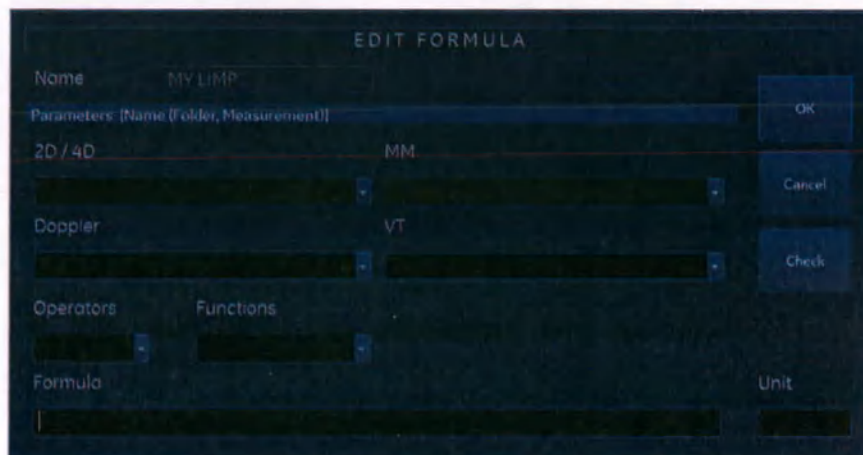

Рис. 8-73. Окно редактирования формулы
1. Составляя формулу, введите единицу измерения, в которой будет отображаться результат расчета по этой формуле. Например, если Y в формуле $Y=f(x)$ должен отображаться в сантиметрах, введите "cm" в поле *Unit* (Единица измерения) (см. Рис. 8-73 на стр. 8-231).